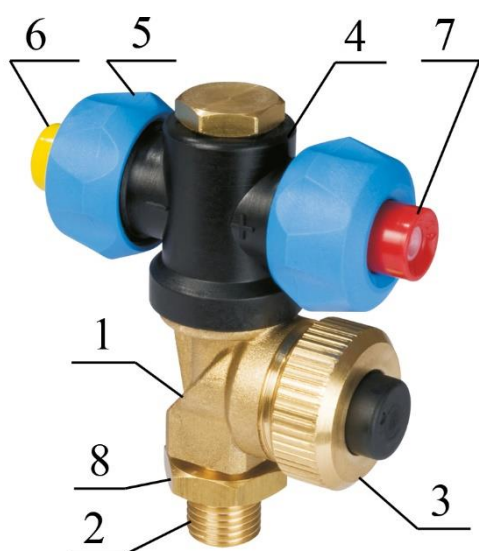
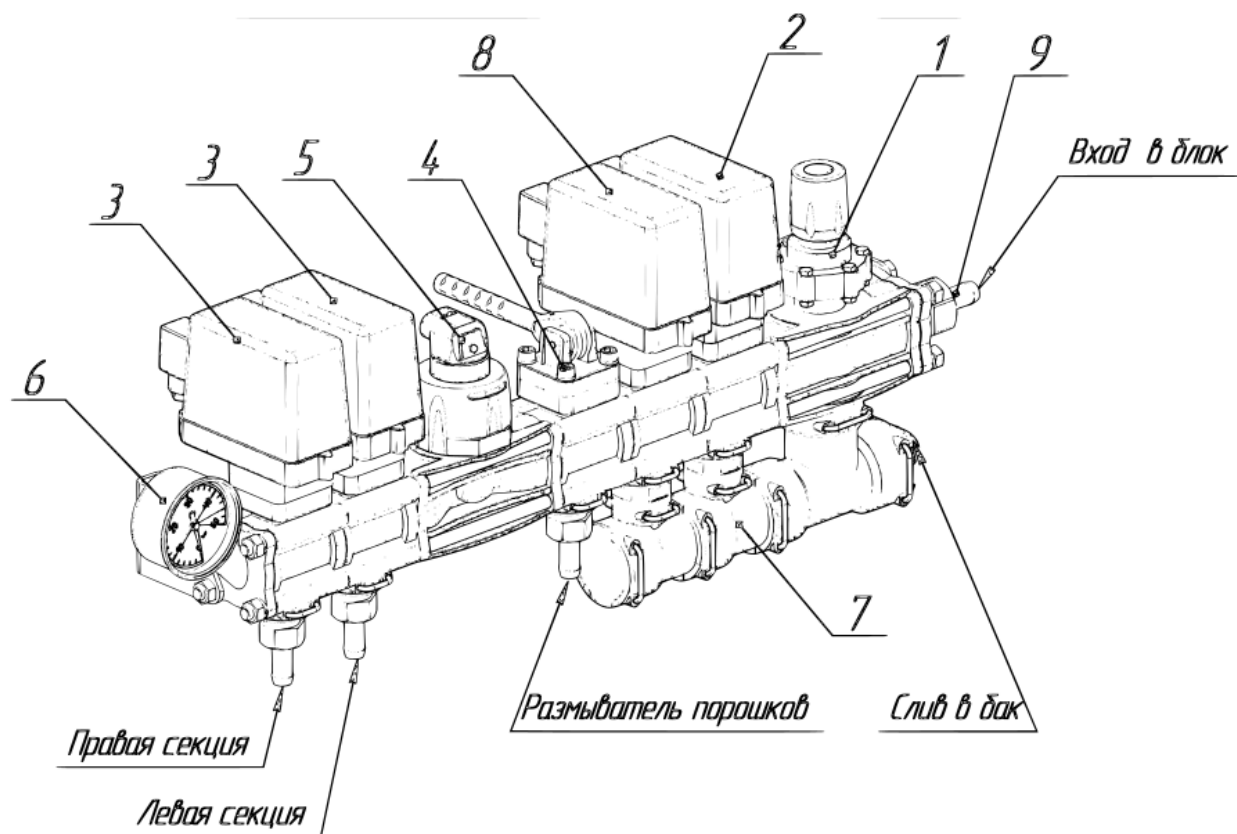
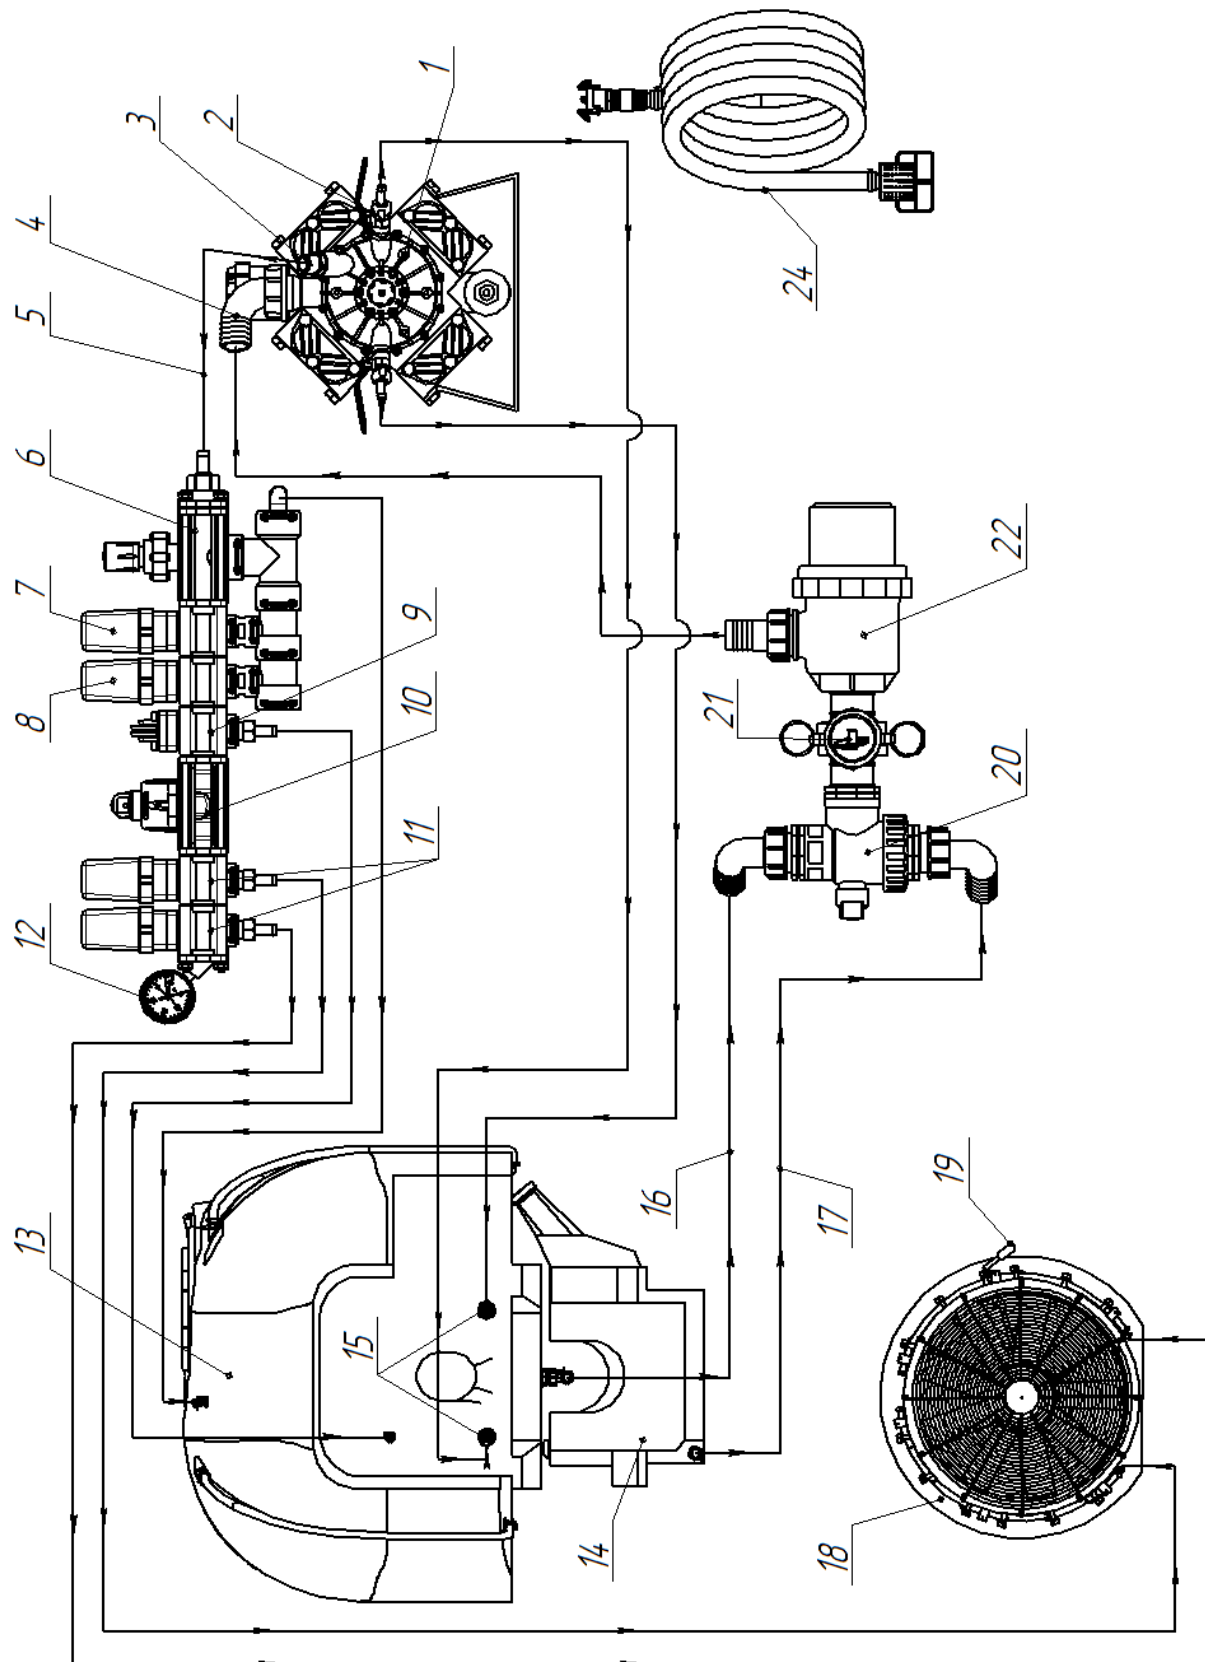

Рис. 1В. Двухпозиционная распыливающая насадка.
Рис. 3 Блок регулировки давления жидкости.
Рис. 5. Гидравлическая схема опрыскивателя ОВС-2000К(А).
Общее устройство опрыскивателя показано на рис. 1 (а-в), а основных узлов – на рисунках 2-4.
Опрыскиватель состоит из рамы 1 (рис.1), бака для рабочей жидкости 2, мембранно-поршневого насоса 3, блока 5 автоматического поддержания расхода жидкости под управлением компьютера BRAVO 180S, фильтра 4 линии всасывания с блоком распределения. Рама оборудована подножкой 15. На раме с помощью болтового соединения устанавливается вентиляторная приставка 18, состоящая из осевого вентилятора 32, воздухораспределителя 31 и узлов распыла. Привод вентилятора можно отключить с помощью рукоятки 34.
Двухпозиционные поворотные узлы распыла оснащены двумя распылителями 6 и 7 (рис.1В). Жидкость к ним подводится от коллектора 33 (рис.1Б).
Рис. 1а. Фильтр с блоком переключения.
Рис. 1б. Приставка вентиляторная.
31 - кожух; 32 - вентилятор осевой; 33 - коллектор линии нагнетания; 34 - рукоятка включения привода вентилятора; 35 - узел распыла (рис. 1в).
Блок рис. 3 представляет собой конструкцию, состоящую из ручного предохранительного клапана 1, пропорционального клапана 2, трёх секционных клапанов (первый из них (8) играет роль главного клапана), ручного секционного клапана 4 запитки размывателя порошков, лопастного расходомера 5, манометра 6 для визуального контроля давления в системе. Излишки жидкости, сливаемые с предохранительного, пропорционального и главного клапанов собираются в единый канал- дренаж 7, и направляются в бак.
Включается и отключается компьютер Bravo180S кнопкой 7 «Esc» (рис. 3а). Тумблер 1 управления главным клапаном обеспечивает общее включение или отключение подачи жидкости к вентиляторной приставке. Тумблеры 2 обеспечивают управление подачей жидкости к секционным клапанам и коллекторам вентиляторной приставки. Тумблер 4 управления пропорциональным клапаном в режиме «М» - ручной позволяет плавно изменять норму внесения жидкости, а в режиме «А» - автоматический - ступенчато на 10%. Переключение режимов работы опрыскивателя осуществляется кнопкой 5.
При включении ВОМ трактора поток мощности передается на вал насоса и входной вал вентиляторной приставки (вал насоса - сквозной). При установке рукоятки включения вентилятора 34 (рис.1), в «нейтральное» положение, вентилятор не вращается. Жидкость засасывается из бака 2 через фильтр 22 и подается к блоку регулировки давления 5, который сбрасывает часть жидкости обратно в бак, а остальную направляет к рабочим органам- узлам распыла. Давление жидкости изменяется с помощью компьютера. Отключить подачу жидкости к распылителям можно с помощью тумблеров 2 на блоке управления Bravo180S (рис. 3а) или тумблером 1 управления главным клапаном. Для включения в работу вентилятора необходимо отключить привод ВОМ и перевести рукоятку привода 34 (рис.1 б) в рабочее положение. Вентилятор оснащен обгонной муфтой. Гидравлическая схема опрыскивателя приведена на рис. 5.